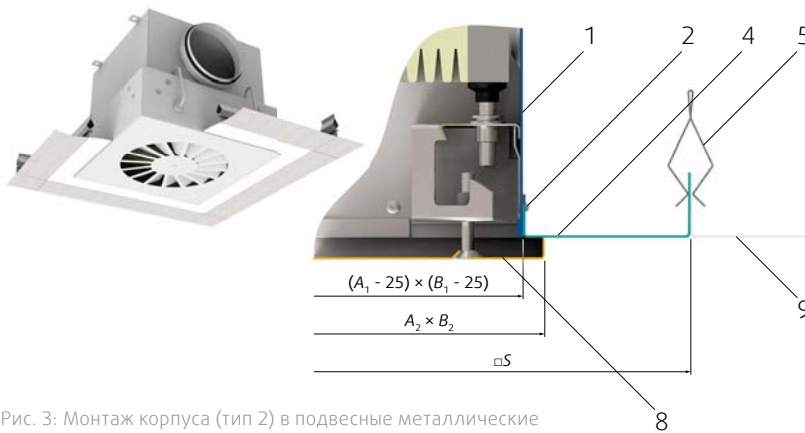

Рис. 3: Монтаж корпуса (тип 2) в подвесные металлические потолочные панели
- Поверхность корпуса (тип 2) предназначена для монтажа в подвесные металлические потолочные панели (рис. 3) и подвесные кассетные потолки (рис. 4).